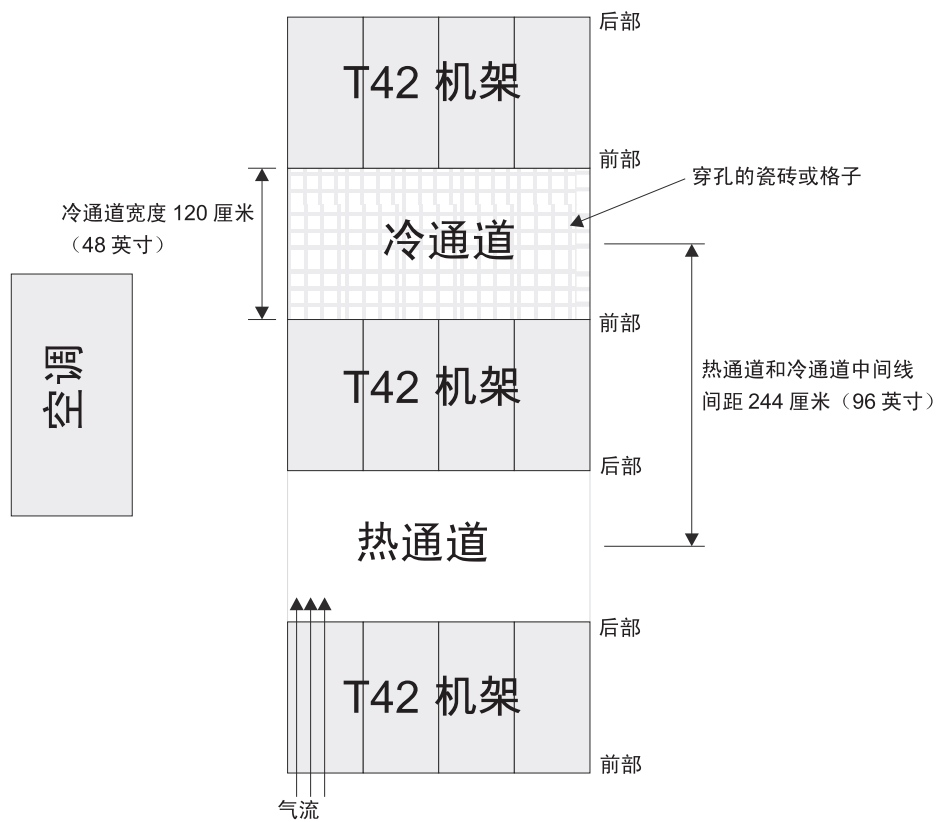

图 1-15. 冷通道/热通道机架配置示例
- 空气从机架前部进入，后部排出。为防止排出机架的空气进入其他设备的进风口，必须将机架隔行放置并且前部与前部相对、后部与后部相对。这种排列方式被称为“冷通道/热通道”，如第 1-21 页的图 1-15 中所示。
- 当机架面对面或背靠背逐行排列时，必须至少有 122 毫米（48 英寸）的缝隙分隔冷通道中的行。（请参阅第 1-21 页的图 1-15）。